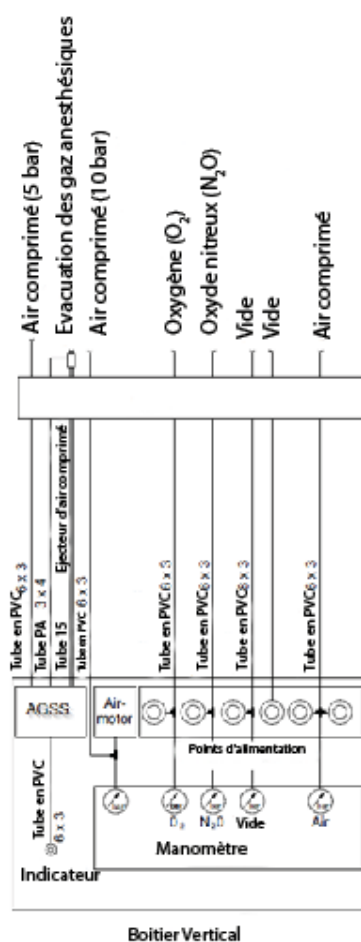

Fig. 45 Exemple de raccordement des tuyaux de gaz et des systèmes d'évacuation des gaz d'anesthésie
- Assurez-vous que les câbles, les tuyaux et les conduits sont affectés aux points de sortie d'alimentation corrects. Voir le schéma de la figure 45.